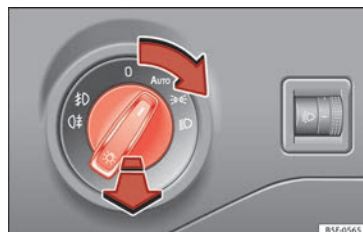

Fig. 35 Plancia portastrumenti: interruttore delle luci.
- Girare l'interruttore verso la posizione desiderata » » fig. 35.